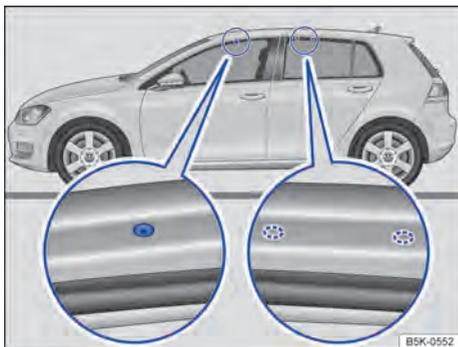

Fig. 102 Pontos de fixação dos suportes de base.
As perfurações para fixação do suporte de base dianteiro se encontram nos lados inferiores das vigas do teto e são fechadas com parafusos de plástico \Rightarrow Fig. 102 (lupa esquerda), que devem ser desparafusados antes da montagem.
As marcações para fixação do suporte de base na frente encontram-se nos lados inferiores das vigas do teto \Rightarrow Fig. 102 (lupa direita).
- Fixar os suportes de base somente nas perfurações e marcações indicadas na figura \Rightarrow Fig. 102.